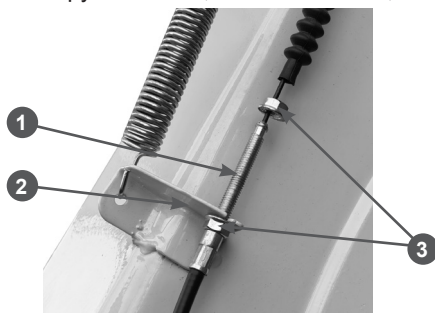

Рис. 17. Установка оболочки троса управления дефлектором жёлоба
- скрутите крайнюю гайку 3 с регулировочного болта 1 троса и позвольте ей свободно болтаться на тросе (Рис. 17);
- одной рукой максимально наклоните дефлектор жёлоба вперёд, а второй рукой проденьте трос через прорезь в кронштейне 2, после чего вставьте регулировочный болт 1 троса в отверстие в кронштейне 2 (Рис. 17). Гайки крепления оболочки троса после этого должны оказаться по разные стороны кронштейна, как показано на Рис. 17. Закрутите гайки, не затягивая их;